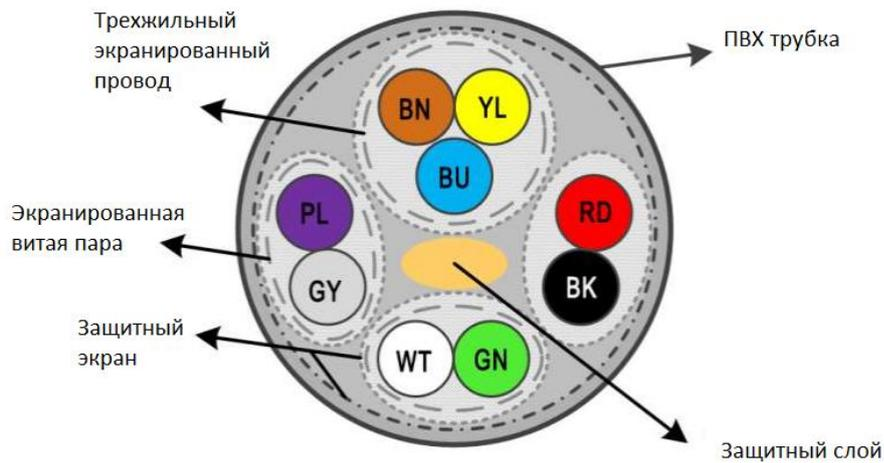

Рисунок 2.8 – Соединительный кабель в разрезе
2.4.8.2 Для исполнений удаленного монтажа ЭП подключается к ПП с помощью специального девятижильного кабеля, входящего в комплект расходомера (см. рисунок 2.8).